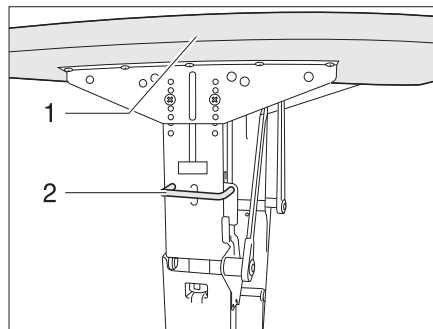

Fig. 55 Bloqueo mesa abatible con armazón metálico
- Empujar el tirador (Fig. 55,2) hacia arriba.
- Abatir hacia abajo el tablero de mesa (Fig. 55,1) formando un arco hasta que el tirador quede engatillado.